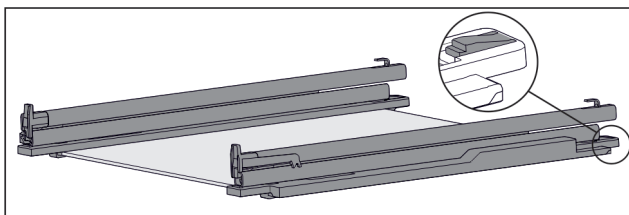

Fig. 116 Glasplaat met rails en vasthouddelen
- ▶ Vasthouddeel achter omlaag duwen (zie Fig. 116) en tegelijk rails naar achteren schuiven.